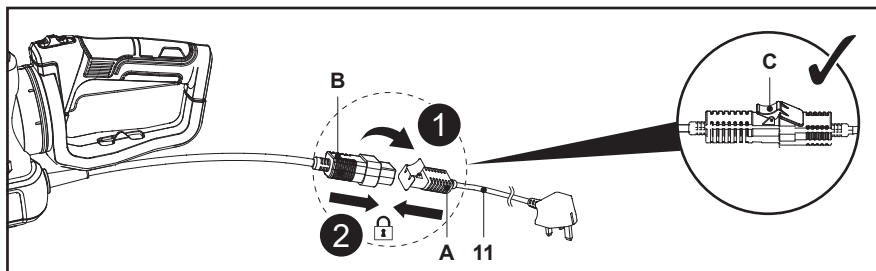

Fig. 2
1. Deschide capacul (C) mufei (A) de la cablul de alimentare (11), apoi aliniaza pinii mufei (B) cu fantele din mufa (A) și conectează-le. Asigură-te că totul este asamblat corect, apoi fixează capacul (C) în poziție (Fig. 2, pașii 1, 2).